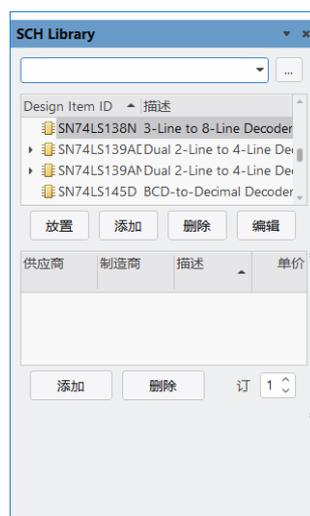

图 5-31 打开原理图库
(5) 双击原理图库 TI Logic Decoder Demux.SchLib, 则该库文件被打开, 在 SCH Library 面板的元件栏中显示出库中的所有库元件, 如图 5-31 所示。